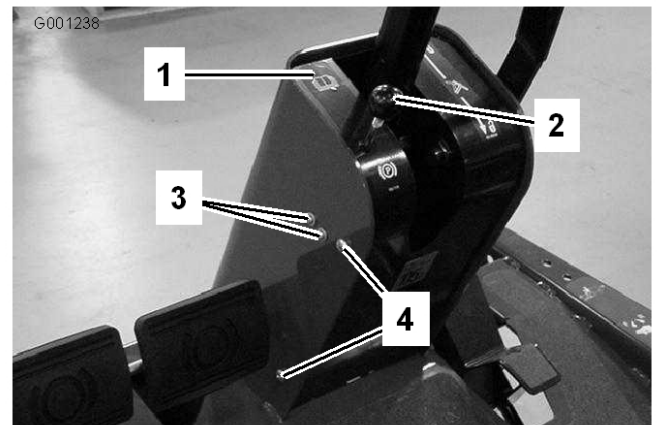

Figure 59
2. Retirez le bouton de la tige du frein de stationnement et les vis du couvercle de la colonne de direction (Figure 59).
4. Desserrez les vis et écrous de fixation du contacteur du frein de stationnement sur la gauche de la colonne de direction (Figure 59).